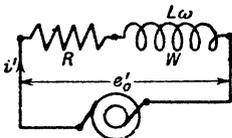

Fig. 116.
259. Ein veränderlicher aber induktionsfreier Widerstand  $R = 4, 6, 8, 10 \ \Omega$  und eine Spule mit dem Widerstande  $w = 2$  [8] (1)  $\Omega$  und dem induktiven  $L\omega = 8$  [9] (6)  $\Omega$  sind hintereinander geschaltet und an eine Stromquelle von 100 [80] (120) Volt angeschlossen (Fig. 116). Gesucht wird: